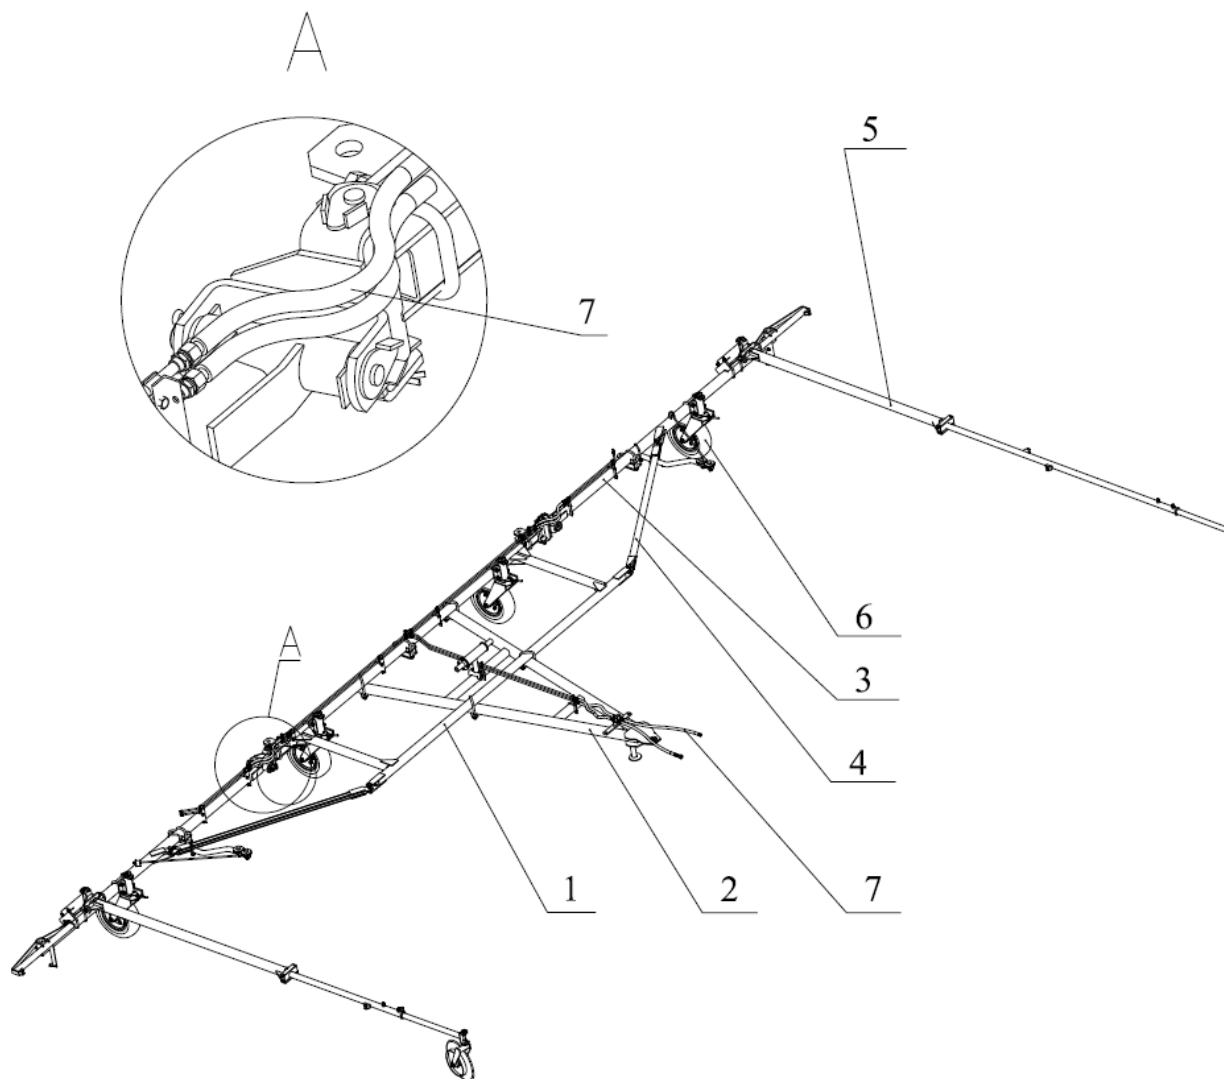
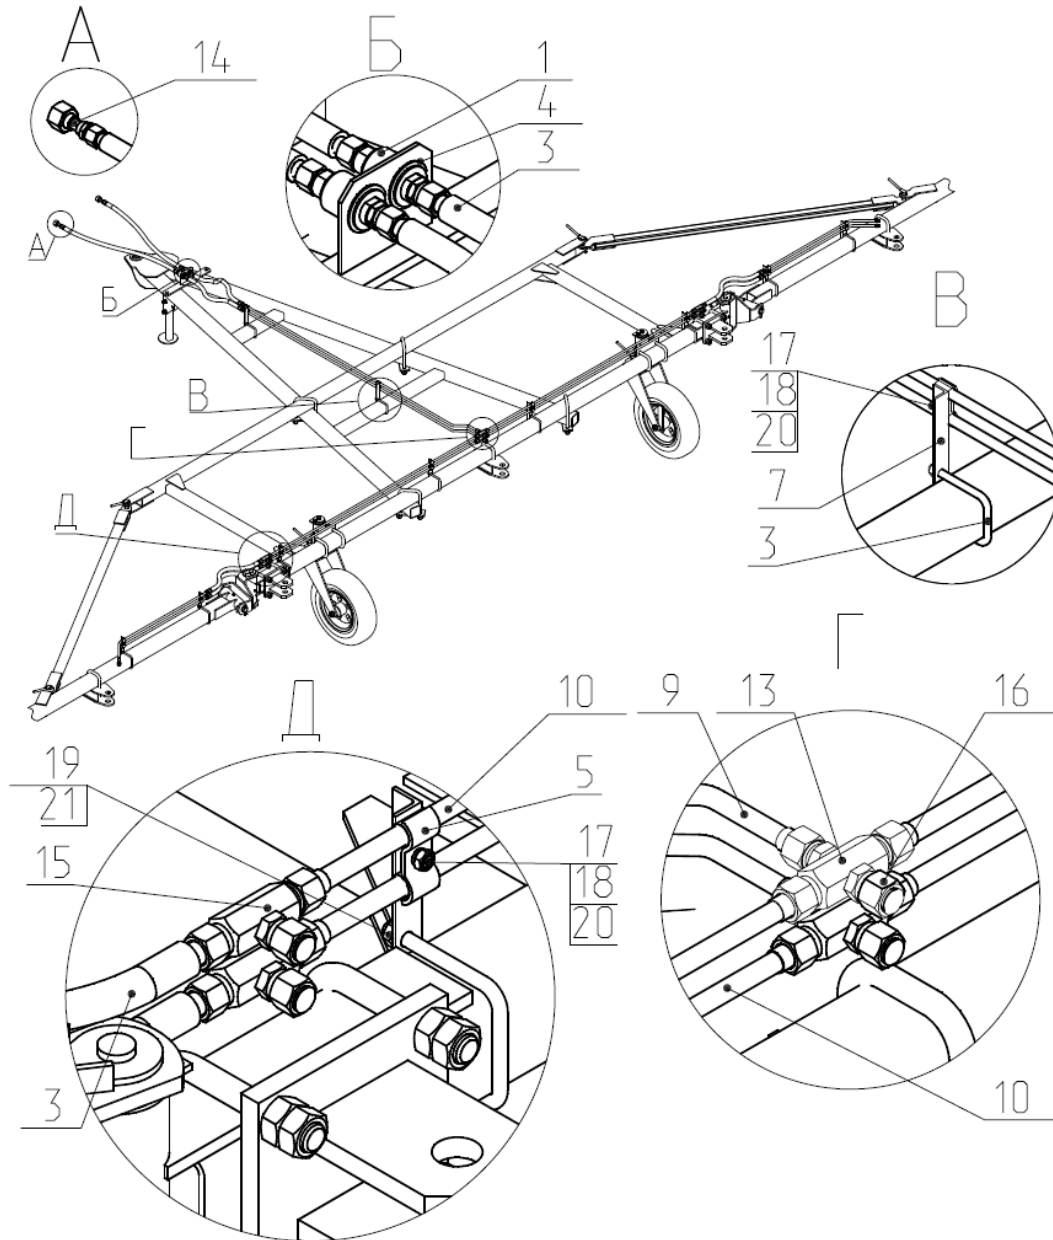

Рис.1 Сцепка в сборе с маркерами.
Рис.3 Гидросистема сцепки СП11К
2.1 Для лучшей приспособляемости к рельефу по ширине захвата, сцепка СП11К (Рис.1) выполнена из трех частей, соединенных между собой шарнирно: центральной секции 1. и двух боковых (образующихся при сборке боковых балок 3 и растяжек 4) и опирающихся на четыре самоустанавливающихся (флюгерных) колеса 6. с пневматическими шинами 5.00-10 ГОСТ 7463-80.
2.2 Сцепка комплектуется самоустанавливающимся автоматическим маркером 5 (см. рис.1) для работы с 3-мя сеялками (при комплектации СП11К).
2.4 На сцепку с помощью специальных кронштейнов устанавливается гидротрасса 7 (см. рис.1 и рис.3.), обеспечивающая возможность управления механизмами присоединяемых гидрофицированных с-х машин. Гидротрасса состоит: (рис.3) из трубопроводов 9,10,11, рукавов высокого давления 2,3, разрывных муфт 1, держателей 7, скоб 8, 8а, соединительной арматуры и болтокрепежа.